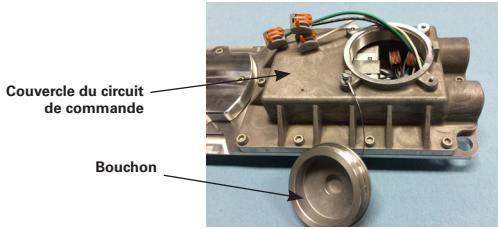

Figure 8
- Dévisser le bouchon de câbles fileté (voir la figure 8), et le laisser pendre par son cordon. Tous les composants dans le luminaire sont précablés; ainsi, il ne reste qu'à relier la puissance d'entrée aux bornes ou fils conducteurs du luminaire selon les schémas de câblage (voir les figures 10 et 11), à l'aide de méthodes conformes aux codes applicables. Raccorder d'abord le conducteur de mise à la terre (vert) de l'équipement, puis le courant (blanc) et la tension composée (noir). Pour les applications en tension continue, raccorder le fil positif (+) au fil blanc et le fil négatif (-) au fil noir. Serrer tous les raccordements électriques. Remarque - Les ouvertures standards NPT sont de 1,9 cm (3/4 po).
- Pour le câblage d'alimentation en boucle, utiliser les deux ouvertures pour connecter plusieurs luminaires en guirlande (neuf [9] au maximum). Se reporter au schéma de câblage. Chaque jack d'entrée ne peut accueillir que trois (3) conducteurs au plus.
- Dévisser le bouchon de câbles fileté (voir la figure 8), et le laisser pendre par son cordon.
- Dévisser les dix (10) vis d'assemblage à six pans creux et rondelles de blocage du couvercle de circuit de commande à l'aide d'une clé hexagonale ou d'une mèche de 5 mm.